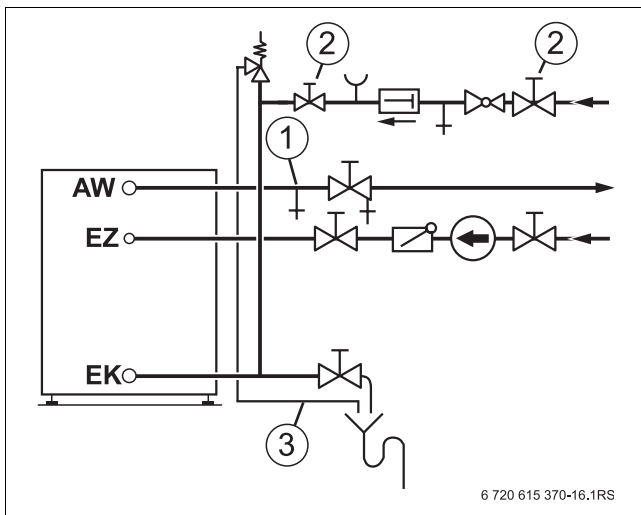

Fig. 11 Comprobación de estanqueidad
- ▶ Abra la válvula de corte para la entrada de agua fría (EK) para llenar el acumulador de agua caliente.
- ▶ Abra la válvula de aireación y de purga (→ fig. 11, [1]) o la espita más alta para purgar el acumulador de agua caliente.